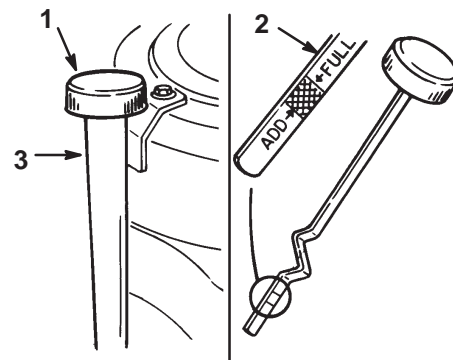

Figure 25
2. Nettoyez la surface autour de la jauge d'huile (Fig. 25) pour éviter que des impuretés s'introduisent dans le goulot de remplissage, ce qui risquerait d'endommager le moteur.
3. Dévissez la jauge d'huile et essuyez soigneusement l'extrémité métallique (Fig. 25).
4. Remettez la jauge complètement dans le tube de remplissage sans la visser (Fig. 25). Sortez de nouveau la jauge et examinez l'extrémité métallique. Si le niveau est bas, versez lentement une quantité suffisante d'huile dans le goulot de remplissage pour amener le niveau au repère du plein ("FULL").
5. Versez lentement environ 80% de la quantité d'huile spécifiée à la page 27 dans le goulot de remplissage (Fig. 25). Vérifiez le niveau d'huile (voir Contrôle du niveau d'huile, page 27). Faites l'appoint d'huile pour amener le niveau au repère du plein ("FULL") sur la jauge.